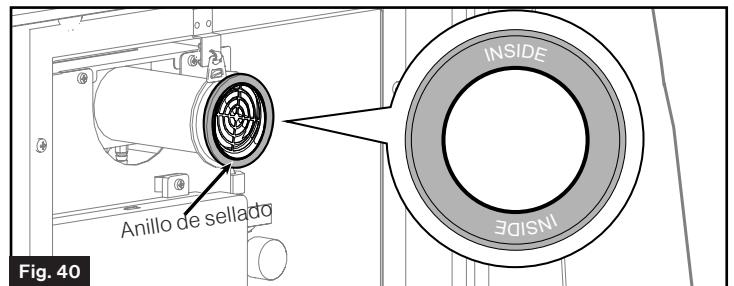

Fig. 40
12. Un anillo de sellado se monta en la chimenea. (Fig. 40) Asegúrese de que el sellado no tenga rajaduras ni quiebres, y que esté en buen estado. Contacte a Furrion si es necesario sustituirlo.